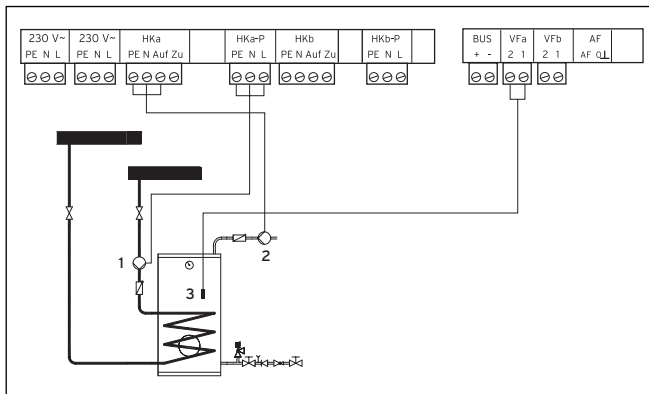

Fig. 5.41 Raccordement d'un circuit de mélangeur en tant que circuit de charge du ballon
- Procédez au câblage de raccordement comme décrit à la **fig. 5.41**.